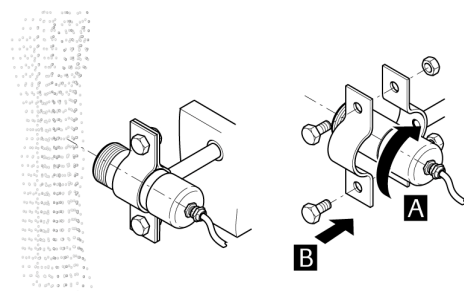

Рис. 5: Установка с хомутом
- установлен с помощью хомута (рис. 5)